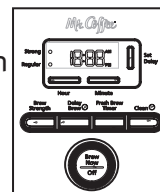

Figura 7
1. Luego de completar los pasos en la sección “Añadiendo Agua y Café Molido” y con la jarra de vidrio y la canasta del filtro colocadas en su sitio, encienda la cafetera presionando el botón ahora/apagado (COLAR) una vez. La luz blanca de Colar Ahora / Off (apagado) hará destellos durante el proceso de colado. Permanecerá encendida después del colado hasta por 2 horas (Figura 7).